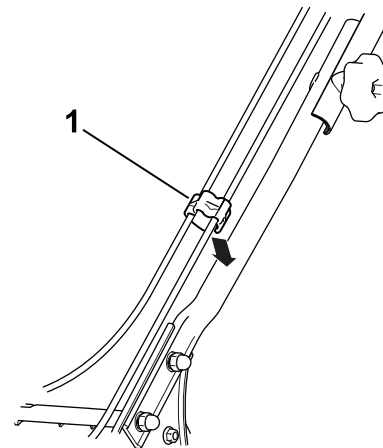

Figura 5
3. Inserite i cavi nel relativo morsetto e fissate la clip alla stegola come mostrato in Figura 5.